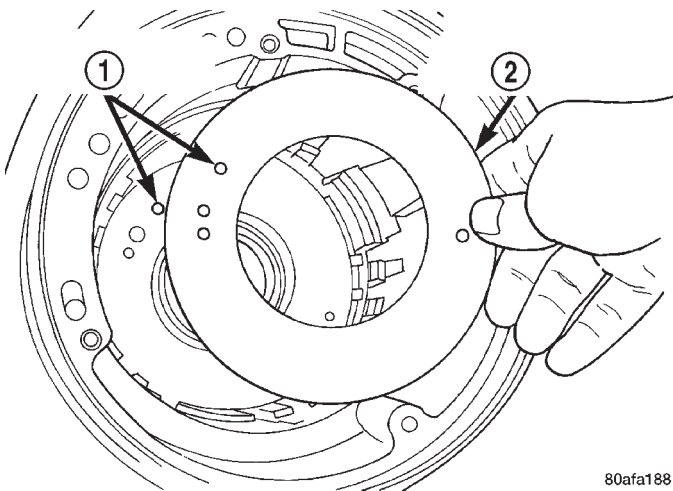

Fig. 76 Desmontaje de la junta de retén del émbolo
(66) Retire la junta del retén del émbolo de baja y marcha atrás al cárter (Fig. 76).